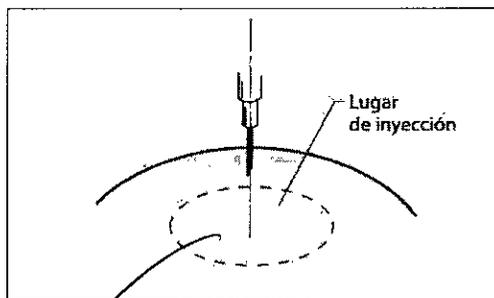

Figura 6
a) Introduzca una aguja hipodérmica estéril de calibre 21 (o inferior) estándar con un bisel de 12° en el punto de inyección. Idealmente, la aguja debe penetrar perpendicularmente en la parte superior del punto de inyección, como se muestra en la figura 6.